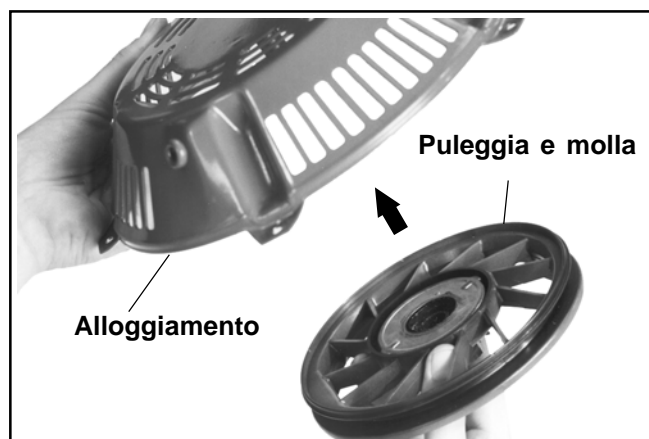

Figura 7-8. Installazione di puleggia e molla nell'alloggiamento.
2. Montare il gruppo puleggia nell'alloggiamento del motorino di avviamento. Vedere Figura 7-8. Accertarsi che la puleggia sia inserita a fondo nell'alloggiamento. Non riavvolgere la puleggia e la molla per il momento.